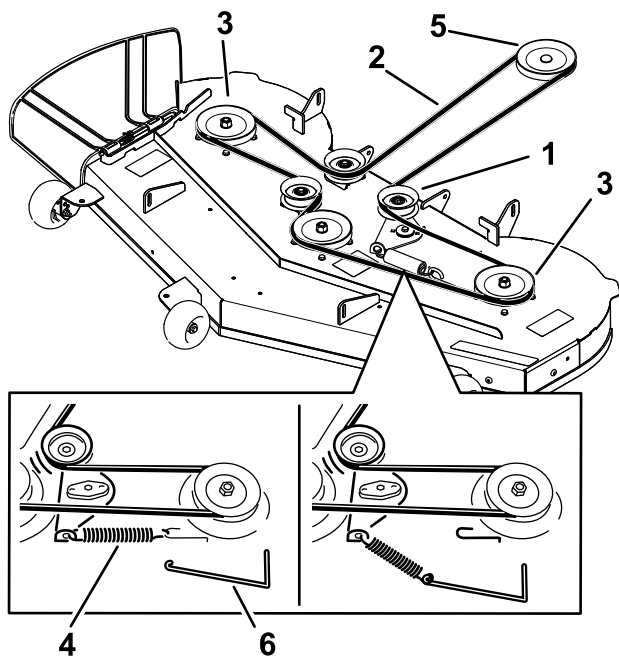

Figura 50
2. Tornillo (4)
5. Usando una herramienta para la retirada de muelles (Pieza Toro N° 92-5771), retire el muelle tensor del gancho de la carcasa para eliminar la tensión de la polea tensora, y retire la correa de las poleas (Figura 50).
6. Pase la correa nueva alrededor de las poleas del motor y del cortacésped (Figura 50).
7. Usando una herramienta para la retirada de muelles (Pieza Toro N.º 92-5771), instale el muelle tensor sobre el gancho de la carcasa y tense la polea tensora y la correa (Figura 50).